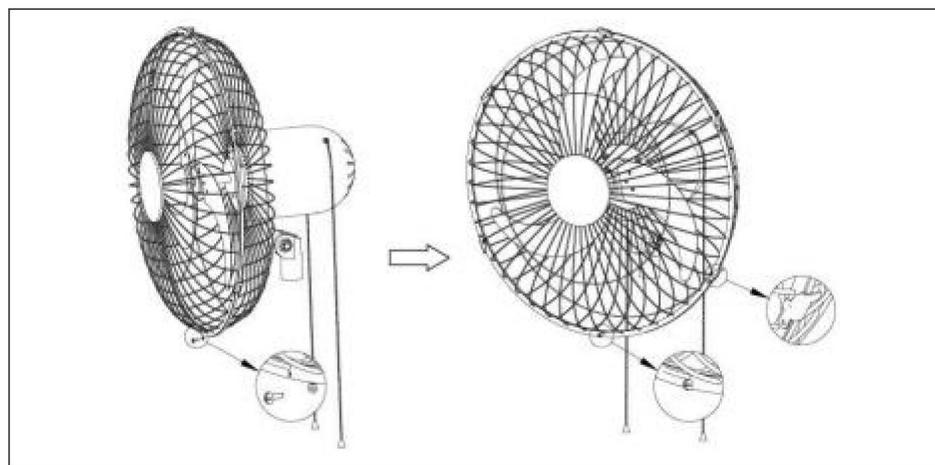

Fig.7.
3). Alinee los orificios para tornillos en la parte inferior de las rejillas delantera y trasera, luego fije los botones en la parte superior de la cubierta de la rejilla delantera a la cubierta de la rejilla trasera, ajuste todos los botones de la cubierta de la rejilla y finalmente bloquee los tornillos de seguridad (18). el (Fig.7.)